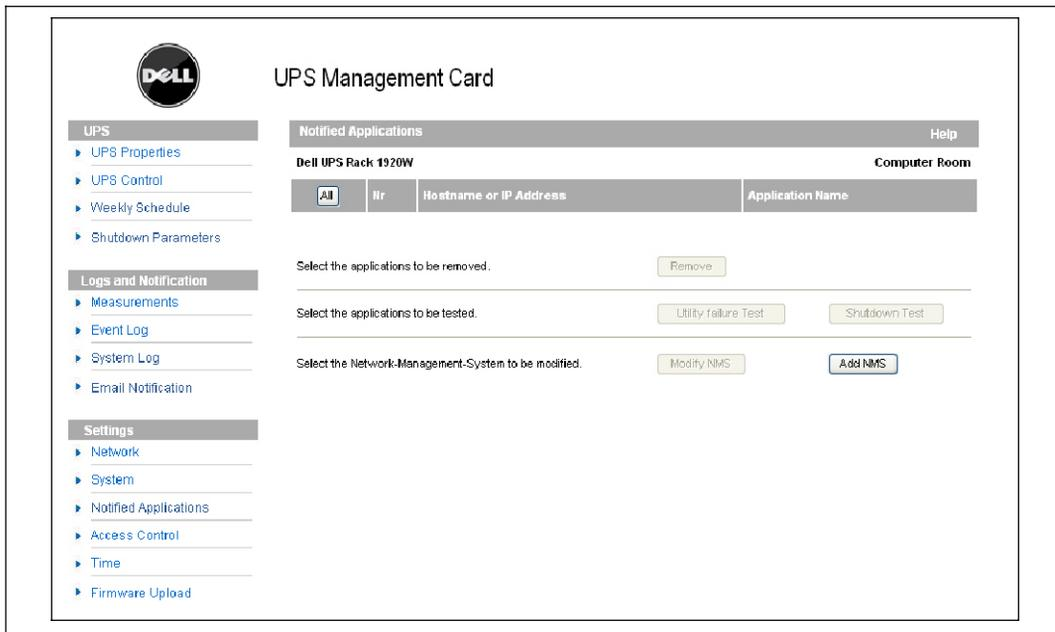

Рис. 33. Страница Оповещаемые приложения
- 1 Выберите в строке меню пункт **Оповещаемые приложения**. Откроется страница «Оповещаемые приложения» (см. Рис. 33).